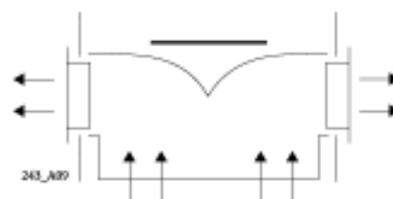

Рис. 9
- Установка декоративных вентиляционных решеток: прищелкните вентиляционные решетки на место на отверстия, расположенные на нижней секции трубы, так чтобы символ ▲ был повернут вверх, а символ ► смотрел вперед. Если вентилятор используется в режиме рециркуляции воздуха, убедитесь в том, что решетки прикреплены к циркуляционному распределительному узлу **R**, находящемуся внутри декоративного воздуховода (рис. 9).